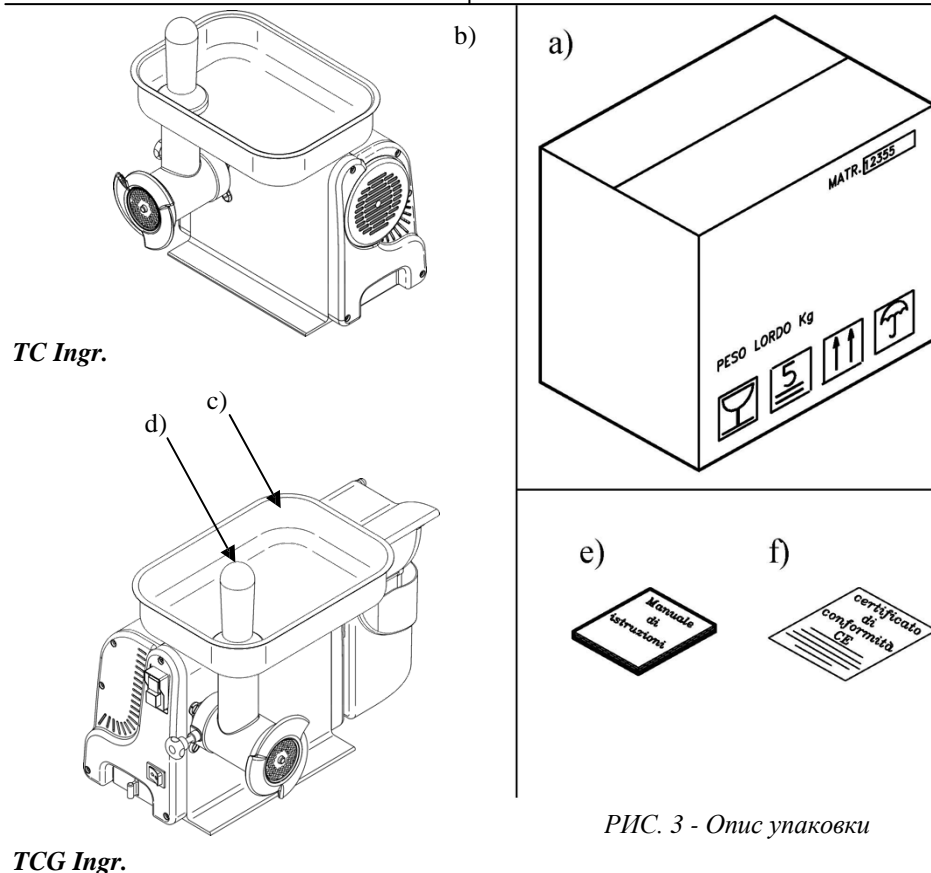

РИС. 3 - Опис упаковки
3.1 – Доставка машини (див. РИС. 3)
Якщо при отриманні товару не виявляється зовнішніх пошкоджень, приступити до розкриття упаковки та перевірки комплектуючі (див. рис. 3). Якщо після доставки на упаковці виявляються сліди поганого поводження, ударів або падіння, необхідно повідомити кур'єра про збитки протягом 3 днів з дати поставки, зазначеної в документах, скласти точний звіт про пошкодження машини. **Не перевертати упаковку!** При транспортуванні надійно утримувати упаковку за 4 кути, зберігаючи її паралельність підлозі.